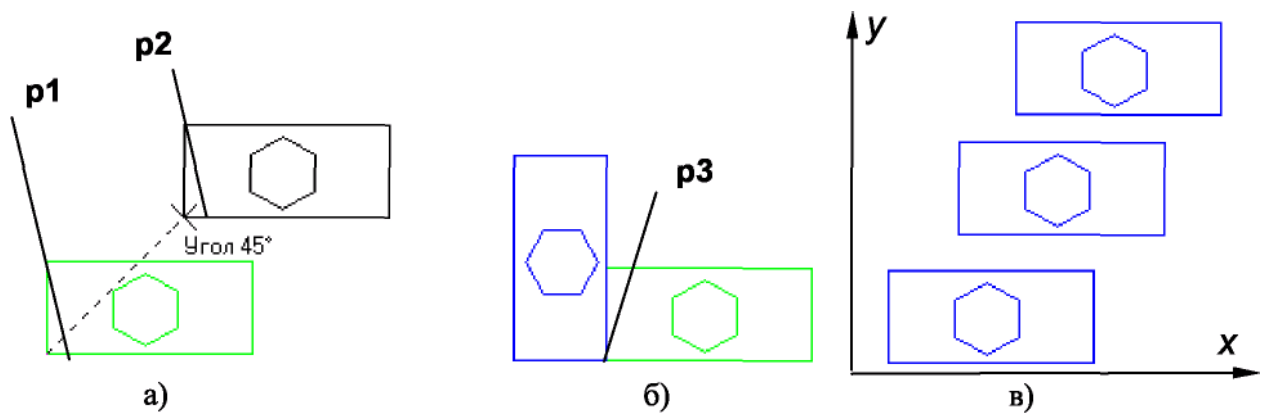

Рис. 4.3. - Примеры использования команд сдвига и копирования объектов
- 3) указать положение базовой точки **p1** (рис. 4.3 а);
- 4) указать новое положение базовой точки **p2** (рис. 4.3 а);
- 3) указать положение базовой точки **p3**, относительно которой осуществляется поворот фрагмента (рис. 4.3б);
- **Копирование**. Копирование осуществляется смещением копии по осям x и y (рис. 4.3в).